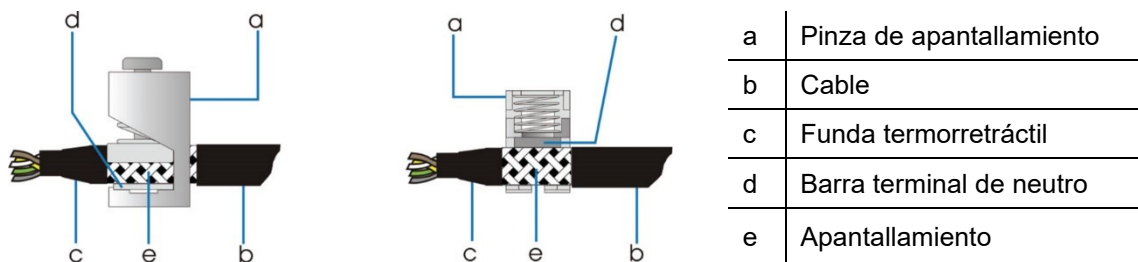

Fig 25 Izquierda: Apantallamiento sobre cable – pinza de sujeción fijada a mano
4. Fije el cable con la pinza de sujeción del apantallamiento (imagen de la izquierda en la fig. 25) o con el terminal de resorte (imagen de la derecha en la fig. 25).
Fije la pinza de sujeción con la mano. No utilice un destornillador ni alicates (imagen de la izquierda en la fig. 25).